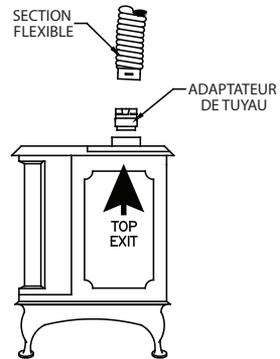

**Figure 20**
8. Pour le raccord au poêle, d'autres configurations que celle illustrée à la (**Figure 20**) sont possibles. Vous pourriez avoir besoin